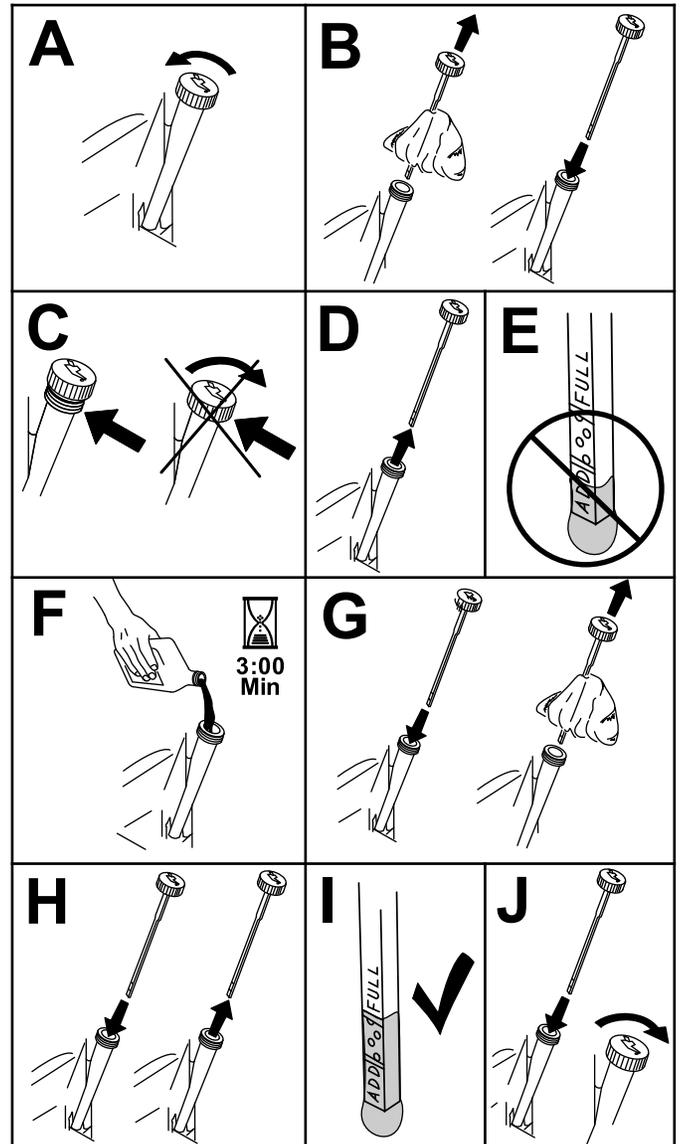

Рисунок 51
3. Проверьте уровень масла в двигателе, как показано на Рисунок 51.